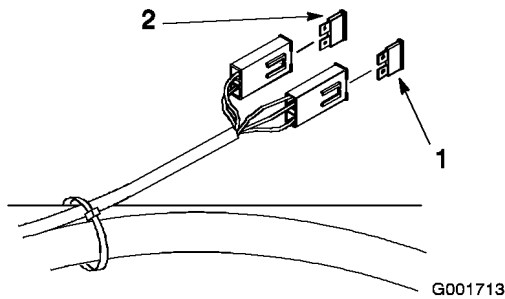

Figure 41
1. Déverrouillez et soulevez le siège pour accéder au porte-fusibles (Figure 41).
3. Remplacez le fusible (Figure 41).